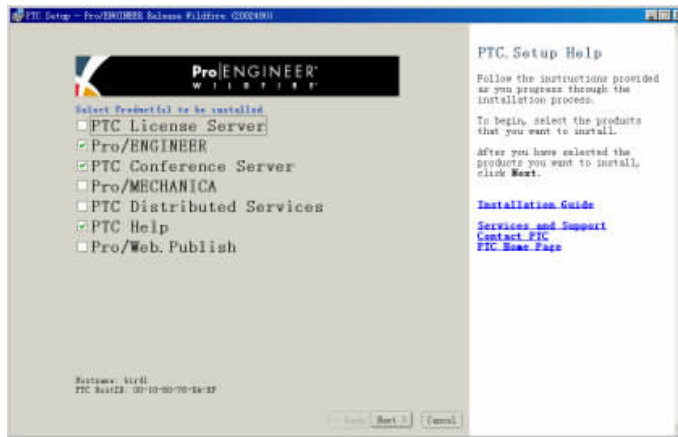

图 1.2 选择安装软件
(2) 稍等片刻，安装程序将打开如图 1.2 所示的对话框，在该对话框中用户可以根据自己的实际情况选择需要安装的选项。通常情况下，至少应选择“Pro/ENGINEER”和“PTC Help”两项。